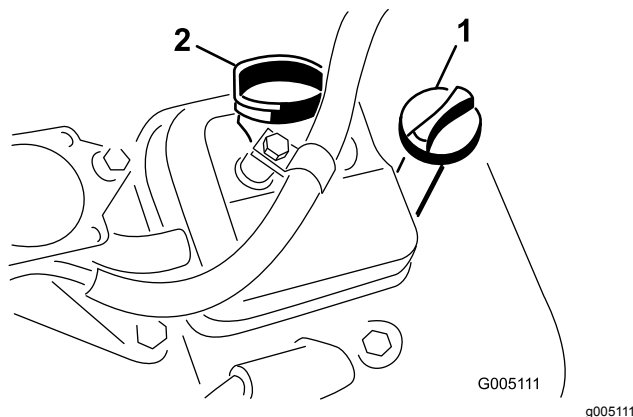

Figura 32
3. Insira a vareta no tubo da vareta e enrosque-a no tubo (Figura 32).